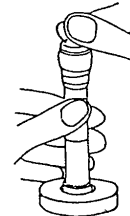

Fig. 2
- 5- Donner 5 ou 6 tours dans le vide au cliquet pour s'assurer que le Holtest donne une lecture stable (fig. 2)